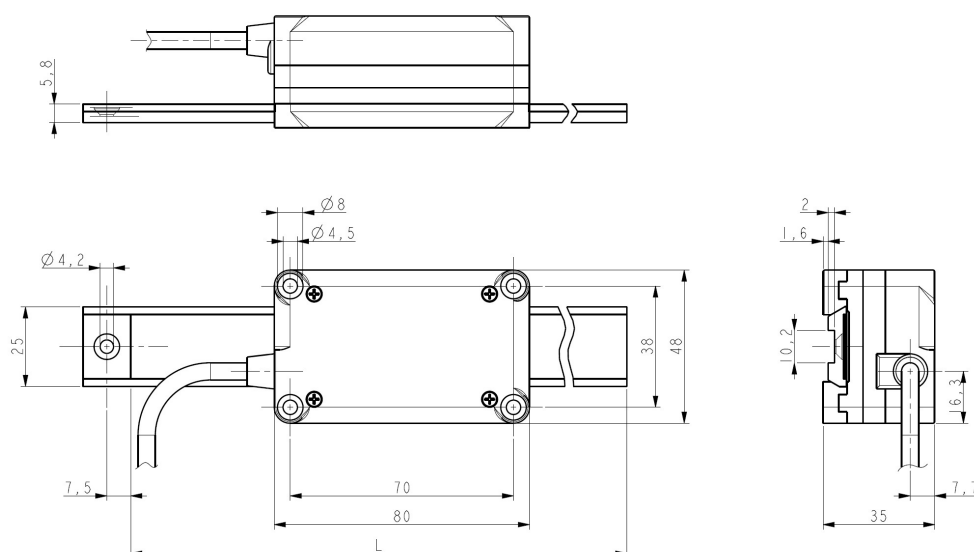

Figura 1
3.1 Dimensioni di ingombro (Figura 1)
3.5 Lunghezza della corsa (Figura 1)
La **lunghezza massima della banda magnetica L** è compresa tra 195 mm e 650 mm (per maggiori informazioni, riferirsi al codice di ordinazione nel datasheet del prodotto). Poiché l'area del sensore deve essere sempre compresa entro i limiti della banda magnetica, la lunghezza massima della corsa utile risulterà dalla lunghezza massima della banda magnetica meno la lunghezza del sensore (si veda la Figura 1) = $L - 80 \text{ mm}$ ($115 \text{ mm} \div 570 \text{ mm}$).